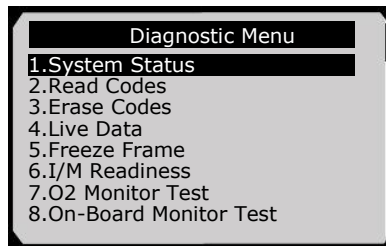

Figura 5.3
- 7) Ver un resumen del **estado del sistema** (estado MIL, los recuentos de DTC, y el monitor de estado) en pantalla. (Figura 5.1) oprimir el bot ón **ESC** y el **men ú Diagn óstico** (Figura 5.3) se muestra.
- 1) Use **UP/DOWN** scroll button to select **Read Codes** from **Diagnostic Menu** and press **OK** button. (Figura 5.3 )
- 1) Utilice el botón de **desplazamiento** para seleccionar **Borrar Códigos** de **Menú Diagnósticos** y pulse el botón **OK**. (Figura 5.3)
- 1) Para ver datos en tiempo real, utilice los botones **ARRIBA / ABAJO** botón de desplazamiento para seleccionar los **datos en vivo** de **Diagnostic Menu** y pulse el botón **OK**. (Figura 5.3)